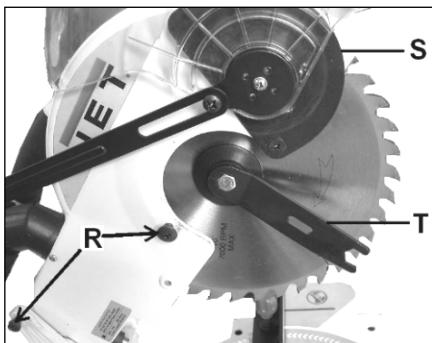

Рис. 8
Снимите защитный кожух пилы (S, Рис. 8), отвинтив два винта (R) сбоку и отстегнув защитный кожух (S).
Снимите внешний крепежный фланец. Замените пильный диск (J, Рис. 1). Зубья пилы должны быть направлены в ту же сторону, что и стрелка на защитном кожухе. Перед установкой нового пильного диска фланцы следует почистить. Установите внешний крепежный фланец на место и затяните крепежный винт. Установите на место пластиковый защитный кожух и затяните два винта (R, Рис. 8). **6.2 Настройка лазерного указателя**